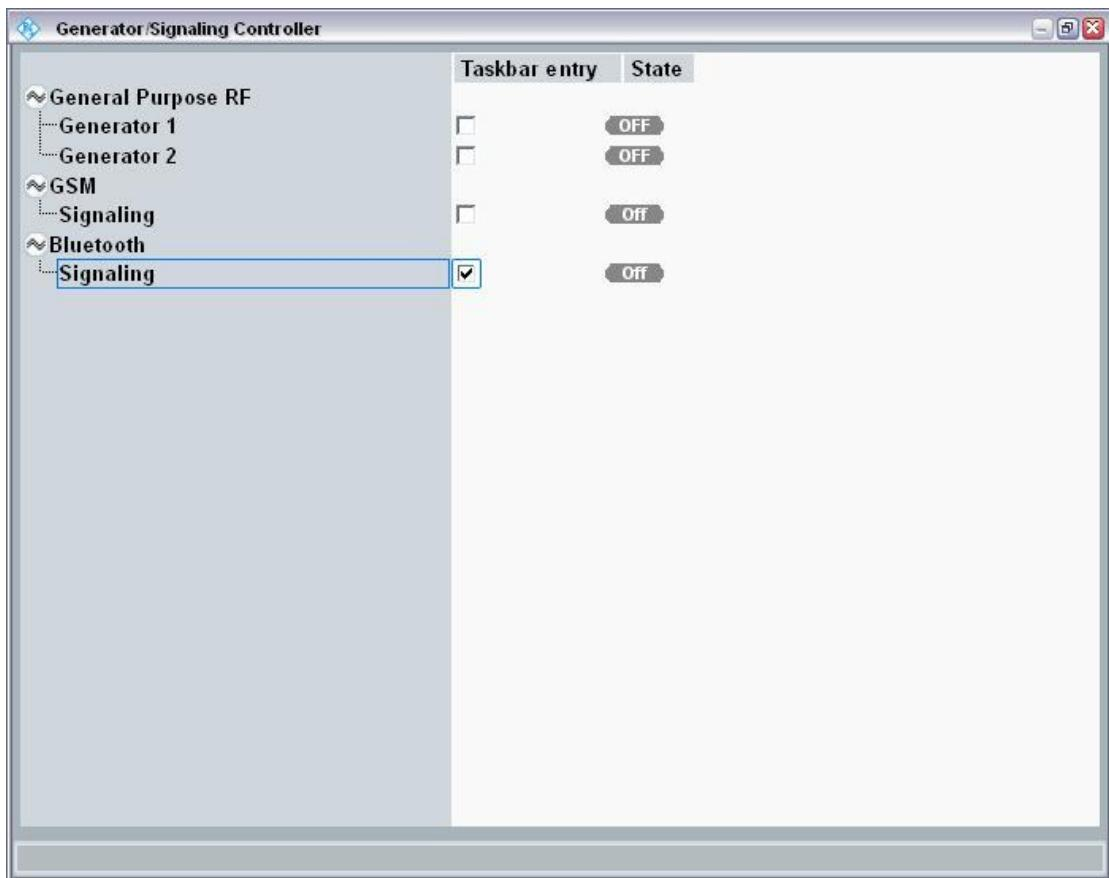

图 3-2
- 此时选择 Bluetooth signaling 如图 3-2，进入到 Bluetooth 信令设置界面；